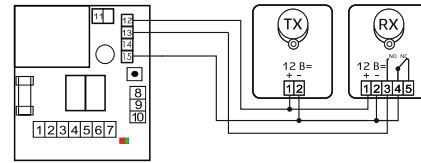

Рис. 6. Подключение ИК-барьера
- ИК-барьер с контактами NO или NC (см. рис. 6);